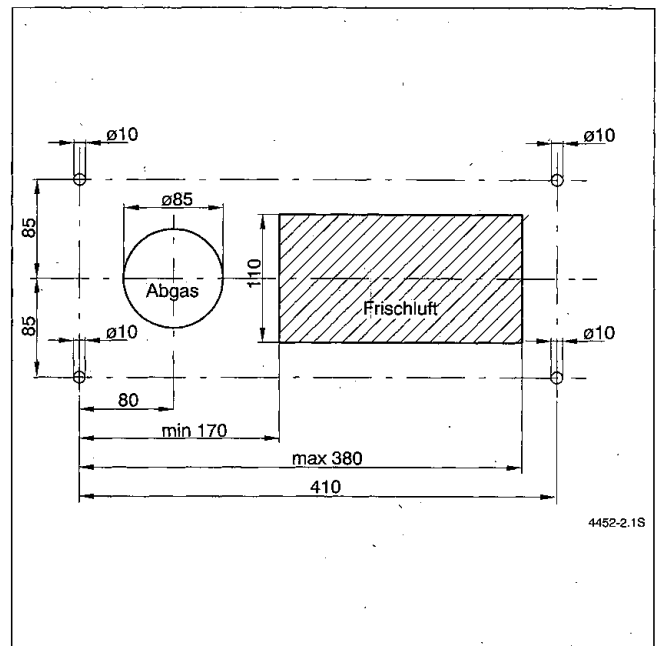
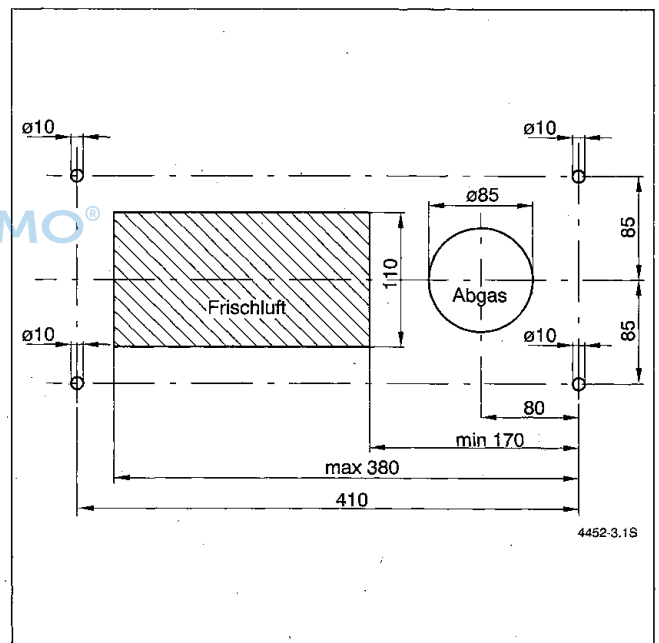

Bild 13
Bild 14
- Montageanschlußplatte (13) nach Installationsanleitung montieren.
- Bohrung mit $\varnothing 110$ mm oder eine quadratische Öffnung mit mindestens 10×10 cm am Luftschacht des Bestands-LAS anbringen (Bild 13 oder Bild 14).
- Bohren Sie die Befestigungslöcher ($\varnothing 10$) entsprechend Bild 13 oder Bild 14.